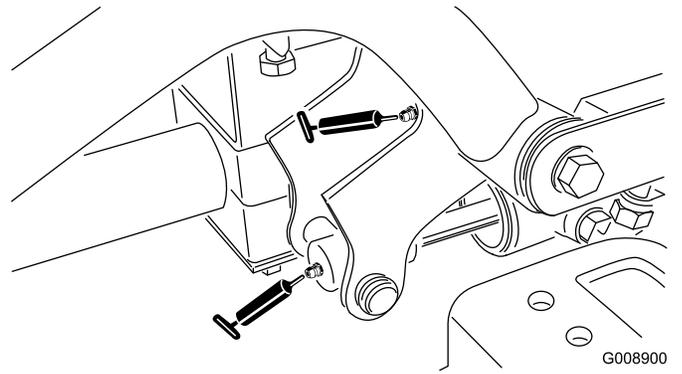

Figure 35
- Pivot de bras de relevage avant droit et vérin de relevage (2) (Figure 35)